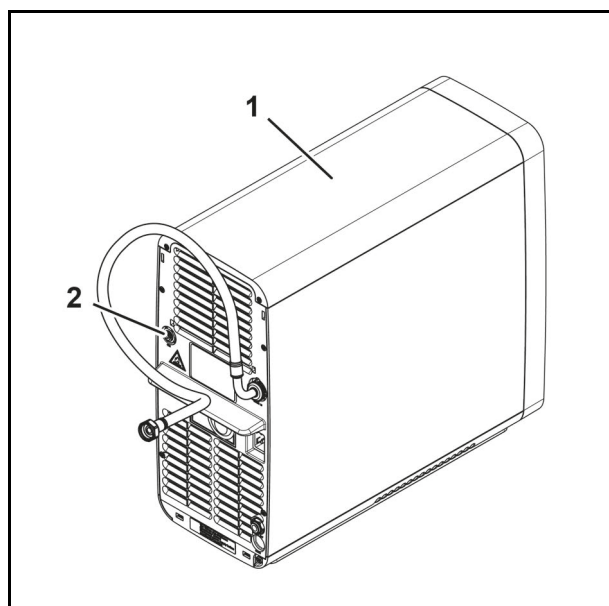

Abb. 15
2. Schließen Sie die externe CO2-Versorgung an den Anschluss für die externe CO2-Versorgung (Abb. 15/2) am Untertischgerät (Abb. 15/1) an.